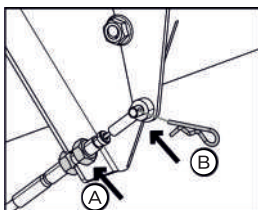
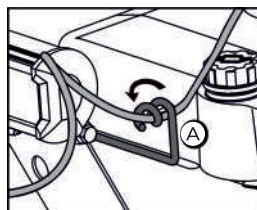

Рис. 12
Рис. 13
2) Прежде чем зафиксировать конец троса управления дефлектором в положение (рис. 12), ослабьте две гайки (рис. 12А). После сборки затяните гайки для крепления троса. Проденьте трос в направляющую А (рис. 13).